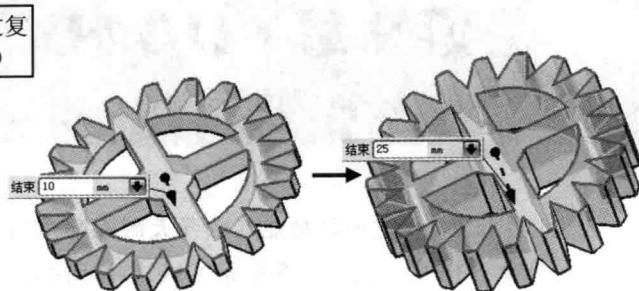

图 1-2 通过修改尺寸调整模型的形状
- **参数化设计：**在 UG 中，所建模型的形状是由特征尺寸驱动的，用户可以随时通过修改尺寸值来快速地修改模型，如图 1-2 所示。